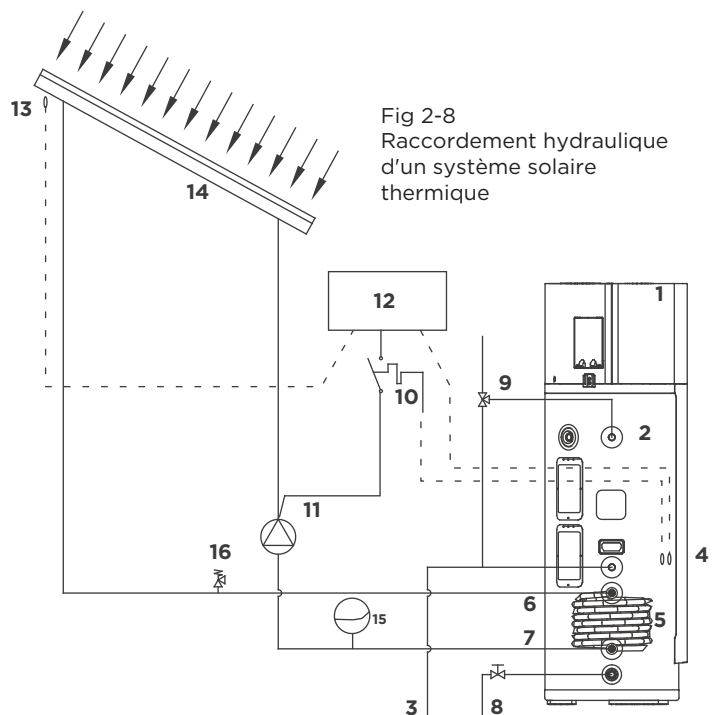

Fig 2-8
2.3.1.1 La méthode de raccordement au système solaire thermique équipé d'un régulateur électronique dédié au solaire (voir Figure 2-8). Il est nécessaire d'entrer en mode ingénierie et de régler le paramètre F32=1.